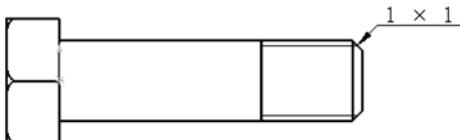

图 9.5.14 “距离×距离”样式
- 1×1 : 距离 \times 距离，如图 9.5.14 所示。